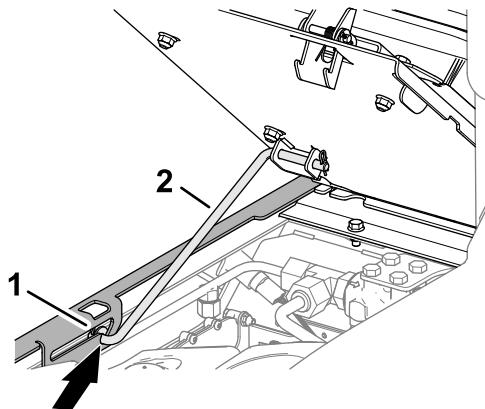

Figura 52
3. Asegúrese de que la varilla de sujeción delantera está asentada en la ranura de retención del soporte del asiento (Figura 52).